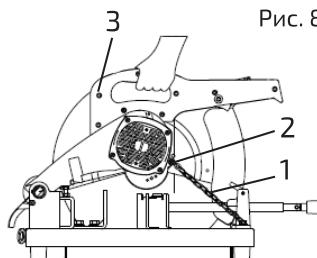

Рис. 8
1. Опустить рукоятку реза в самое нижнее положение и закрепить на месте с помощью фиксирующей цепочки (1) и фиксирующего крюка (2) (рис. 8).
2. Транспортировать пилу за ручку для переноски (3), расположенную над двигателем.